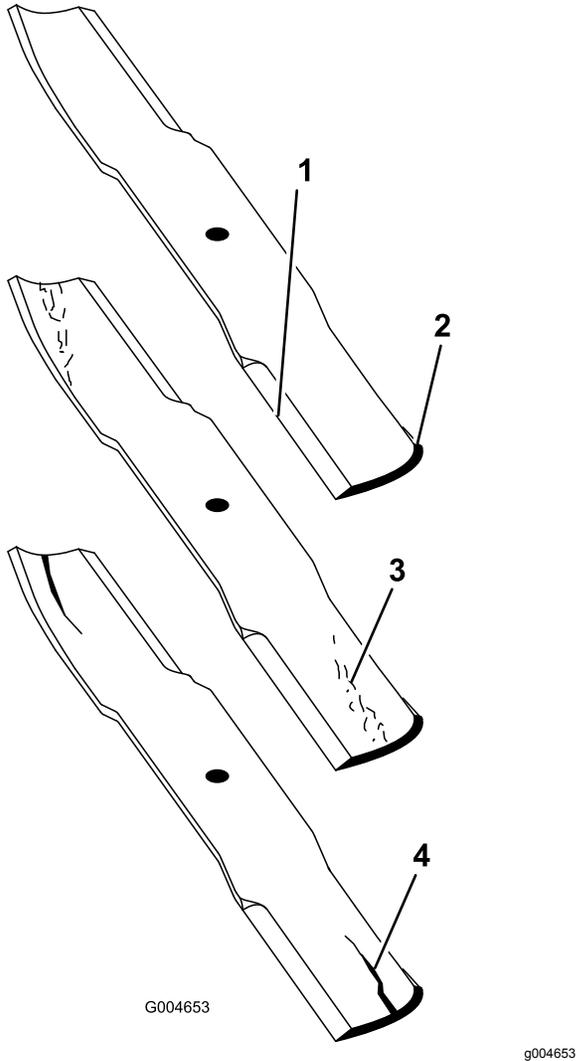

図 130
2. ブレードの切っ先を注意深く観察、特に、直線部と曲線部が交わる部分をよく観察する 図 130。
注 この、直線部と曲線部の交差域は、砂などによる磨耗が進みやすい部分なので、機械を使用する前によく点検することが必要である。磨耗が進んでいる場合 図 130にはブレードを交換する。